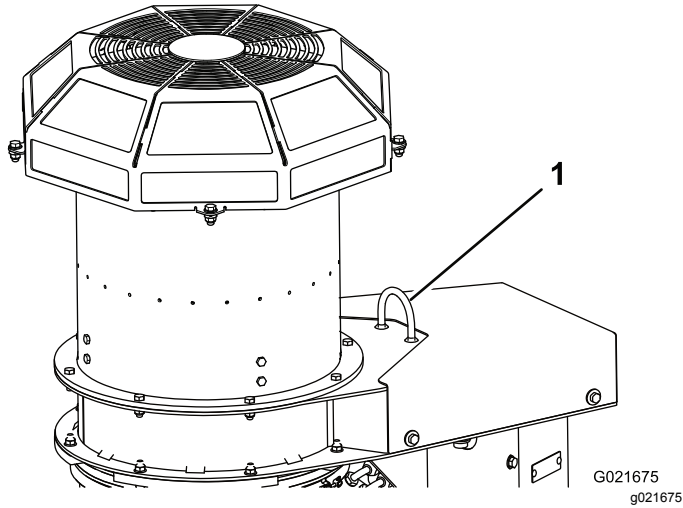

図 6
6. パレットからストラップを外し、そのストラップをブロアの吊り上げ用ループに掛ける 図 6。